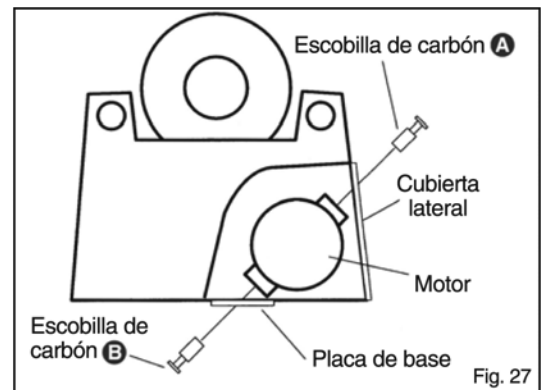

Fig. 27
2. Reemplazo de las escobillas de carbón (Fig. 27)